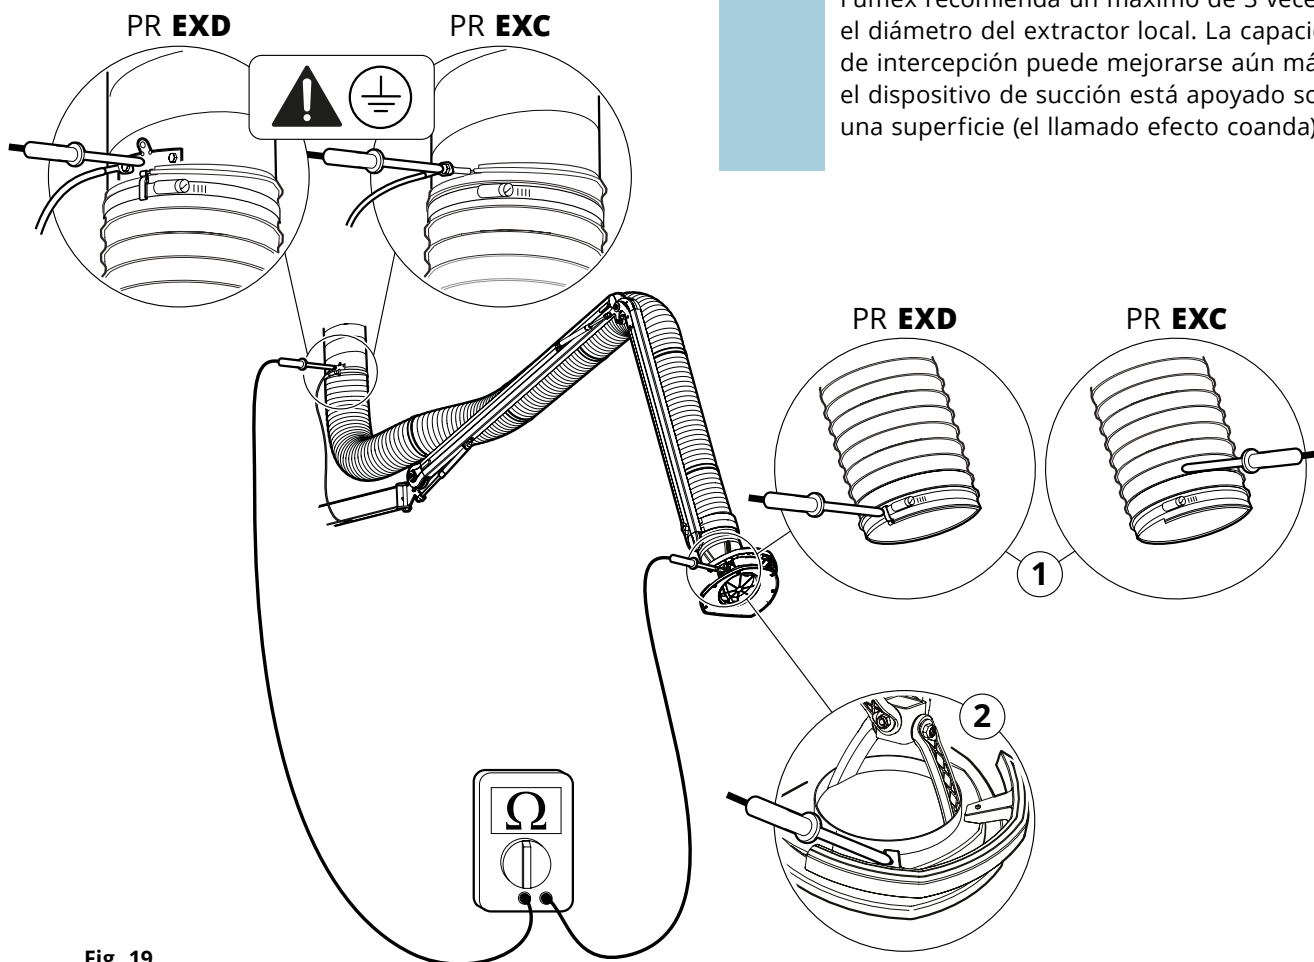

Fig. 19
3. Compruebe la resistencia de la manguera con un ohmímetro calibrado, consulte la 1, **Fig. 19**. La resistencia entre los puntos de medición (placa de masa/ extremo de la manguera) debe estar por debajo de 1 MΩ.
4. Compruebe la resistencia del extractor puntual con un ohmímetro calibrado, consulte la 2, **Fig. 19**. La resistencia entre los puntos de medición (placa de masa/cubierta) debe estar por debajo de 1 MΩ.